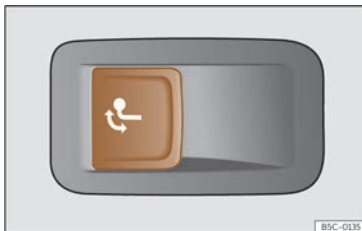

Fig. 197 Sur le côté gauche du coffre à bagages : touche pour déverrouiller le crochet d'attelage.
- Tirez la touche >>> fig. 197 brièvement. Le crochet d'attelage se déverrouille électriquement et tourne automatiquement vers l'extérieur. Le témoin de la touche clignote.
- Tirez la touche >>> fig. 197 brièvement. Le crochet d'attelage se déverrouille électriquement.
- N'appuyez jamais sur la touche >>> fig. 197 lorsqu'une remorque est accrochée ou qu'un porte-bagages ou d'autres accessoires sont montés sur l'attelage.